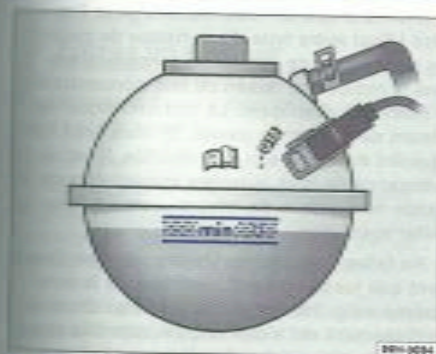

Fig. 185 Dans le compartiment-moteur : repère sur le vase d'expansion du liquide de refroidissement.
- Lorsque le moteur est froid, vérifiez le niveau du liquide de refroidissement sur le repère latéral du vase d'expansion  fig. 185.
- Le niveau de liquide de refroidissement doit se situer entre les repères du vase d'expansion  fig. 185. En rétablissant le niveau, ne dépassez pas le bord supérieur de la zone repérée .
• Ne faites l'appoint de liquide de refroidissement que jusqu'au bord supérieur de la zone repérée → fig. 185. Le surplus de liquide de refroidissement est sinon refoulé, une fois chauffé, hors du circuit de refroidissement et peut entraîner des endommagements.